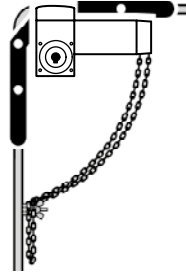

Abbildung 10
- Die Kette muss lose hängen, darf nicht gespannt sein (Abb. 10).